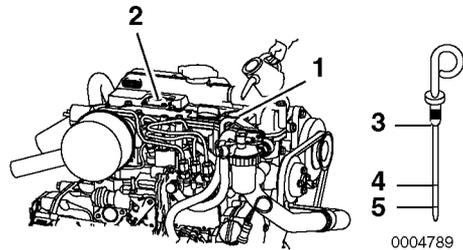

Figura 6
2. Rimuovere l'astina (Figura 6, (3)) e asciugarla con un panno pulito.
4. Rimuovere l'astina. Il livello dell'olio dovrebbe essere fra le linee superiore (**Figura 6, (4)**) e inferiore (**Figura 6, (5)**) dell'astina.
1. Rimuovere il tappo giallo dallo sportellino del serbatoio dell'olio (**Figura 6, (1)**) sulla copertura del bilanciere (**Figura 6, (1)**) e rabboccare l'olio motore.
2. Rabboccare l'olio motore fino al limite superiore (**Figura 6, (4)**) dell'astina (**Figura 6, (3)**).